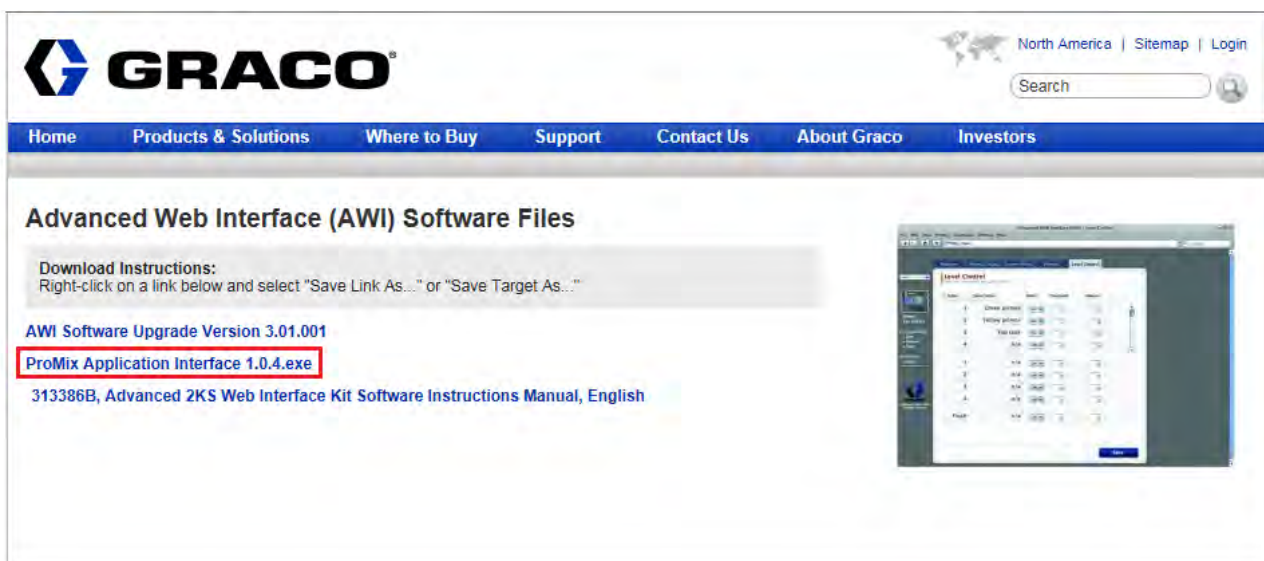

ABB. 1: Download-Seite für die Graco Advanced Web Interface (AWI) Software-Dateien
- a. Die Software für die Anwendungsschnittstelle kann auf der Seite Advanced Web Interface Software (AWI) von Graco heruntergeladen werden. Siehe ABB. 1.